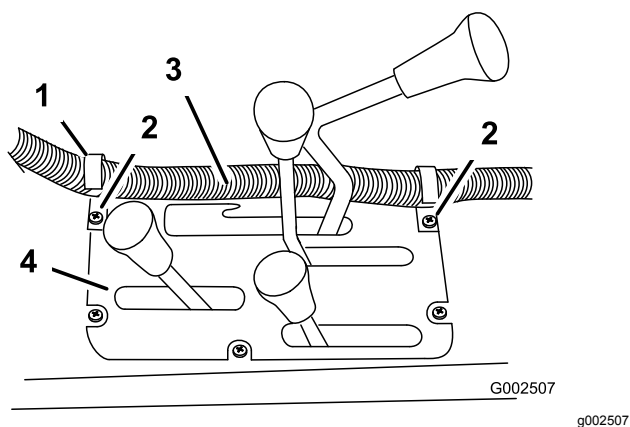
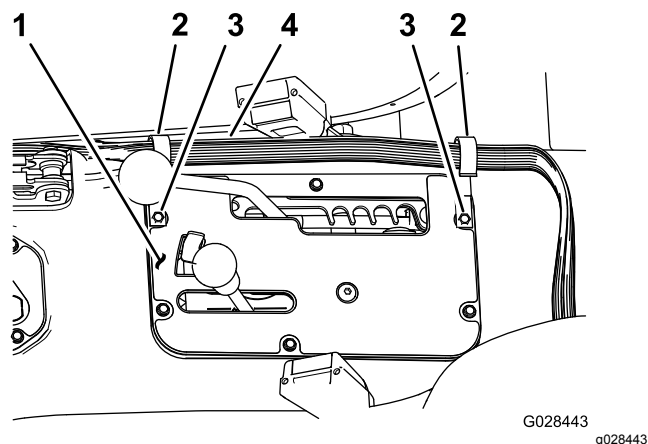

Figura 20
Figura 21
1. Monte os 2 grampos em forma de J na consola central nos pontos indicados em Figura 20 ou Figura 21 utilizando os parafusos existentes.